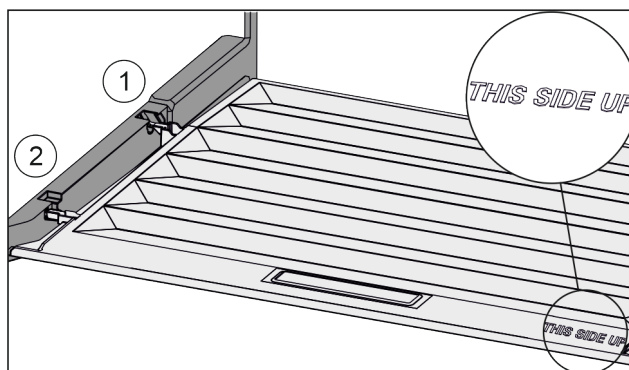

Fig. 138
- ▶ Inserire le nervature del coperchio attraverso l'apertura del supporto posteriore Fig. 138 (1) e innestare anteriormente nel supporto Fig. 138 (2).